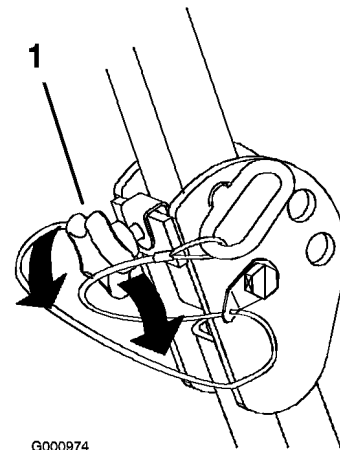

Figura 7
1. Per abbassare il roll bar allentate le manopole anteriori (Figura 7).
Importante: Serrate le manopole anteriori contro le estremità centrali del roll bar (Figura 7).